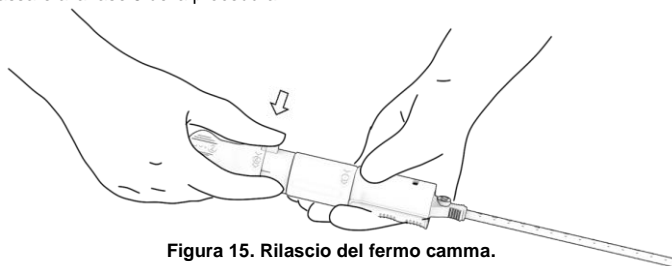

Figura 15. Rilascio del fermo camma.
- a. Individuare il fermo della camma (contrassegnato con il numero '4') e premere a fondo il pulsante verde. Figura 15. Controllare che il pulsante sia completamente premuto prima di passare alla fase 5 della procedura.